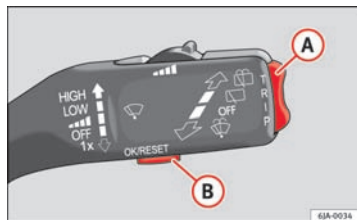

Fig. 35 Betjeningsarm til viskere: betjeningselementer til informationsdisplay
- Du kan aktivere **Hauptmenü (hovedmenuen)** ved at trykke i lang tid på vippeknappen **A** ⇒ Fig. 35.
- Hvis der bliver vist en advarsel i informationsdisplayet, skal du bekræfte den ved at trykke på knappen  ⇒ Fig. 35 ⇒ Side 61, inden du kan vende tilbage til hovedmenuen.